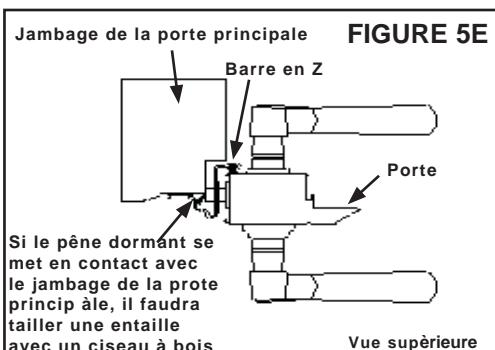

FIGURE 5E
- E. Fermez la porte pour vérifier le dégagement. Lentement, déployez le pêne dormant en tournant le bouton à main. (2) vis #6x ½ po. (#6x 1,3 cm.). Si le pêne dormant se met en contact, même légèrement avec le jambage de la porte principale, il faudra tailler une entaille avec un ciseau à bois. Taillez l'entaille pour qu'elle soit assez profonde et large pour permettre un dégagement libre du pêne. **FIGURE 5E**